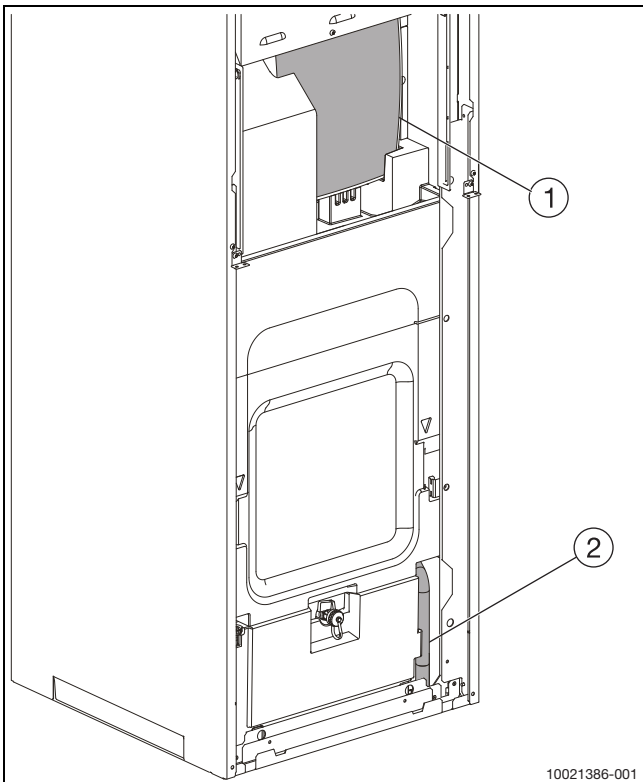

Bild 11 Vorderansicht Ablassschlauch
- ▶ Ablaufschlauch und Sicherheitsventil an einen Ablauf anschließen (siehe Abb. 11 und 12).
- ▶ Ablaufschlauch ([2], Abb. 11) an einen frostgeschützten Ablauf oder direkt an einen Wandablauf anschließen.